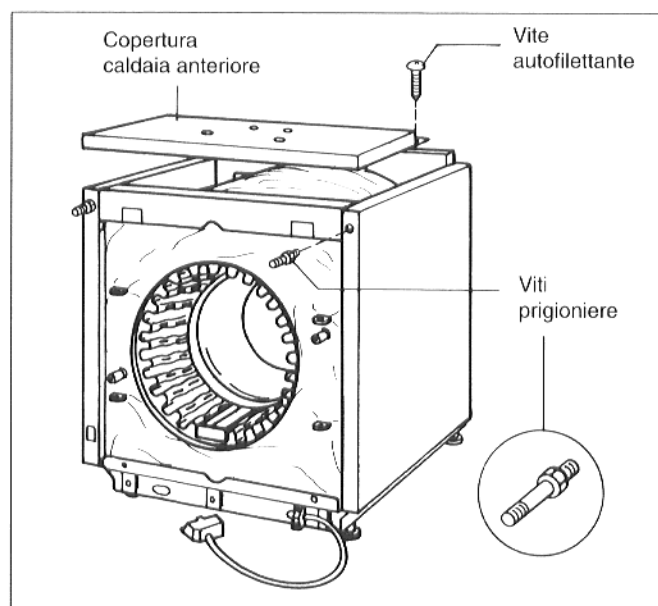

Fig. 12
- Avvitare due viti prigioniere (15) sul listello di fissaggio anteriore passando attraverso la piegatura delle pareti laterali e bloccarle con contromadreviti. (Fig. 12).
- Piazzare la copertura anteriore (7) sulle pareti laterali, spingerla in avanti e fissarla con 2 viti autofilettanti alla piegatura delle pareti laterali.